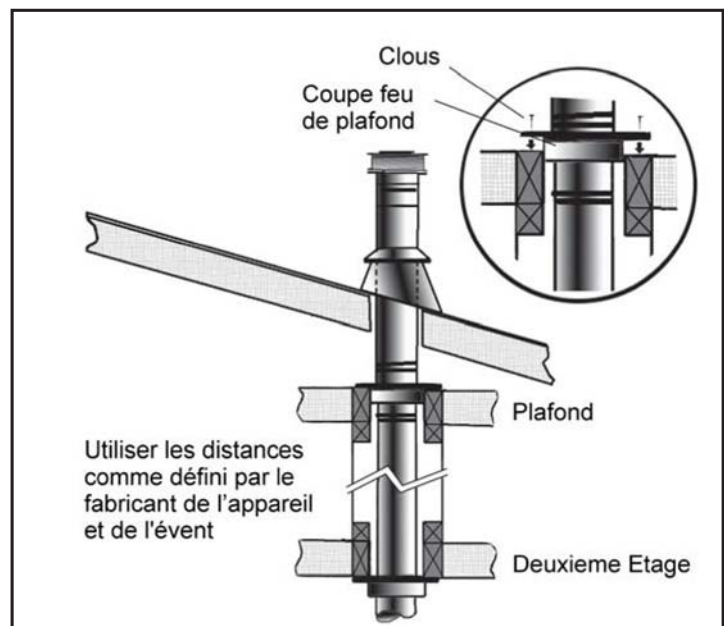
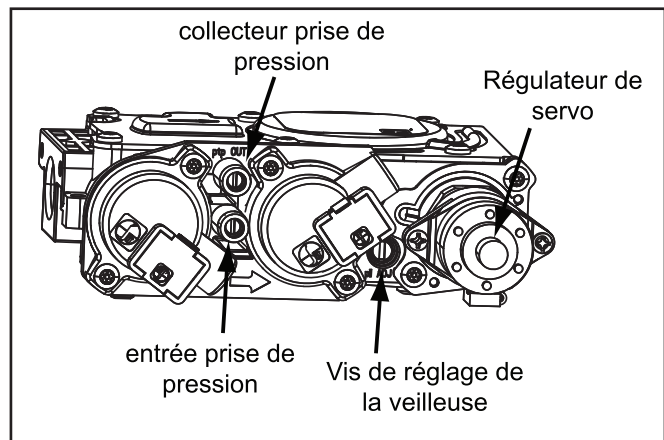

Figure 56: Installation des conduits à plusieurs étages
Figure 57: Vanne de gaz avec pièces identifiés. Voir le manuel de l'utilisateur Dexen pour les détails de la vanne C341D
- (1) Si vous devez déplacer le système d'évacuation dans le grenier pour éviter les obstacles, il est important de supporter le conduit à chaque 3 pi (914 mm) pour éviter du stress sur les coudes, ou la possibilité de séparation des joints. Des sangles de mur sont disponibles à cette fin (voir la Figure 56).
- (2) Quand possible, utilisez des coudes de 45° au lieu de ceux de 90°. Les coudes de 45° causent moins de restriction au flux de gaz et d'air.
- (3) Pour des installations à plusieurs étages, il vous faut un coupe-feu au plafond du deuxième étage, et à toute étage subséquent (voir la Figure 57). L'ouverture doit être encadrée à des dimensions de 10 po (254 mm) x 10 po (254 mm), de la même manière que démontré dans la Figure 48.